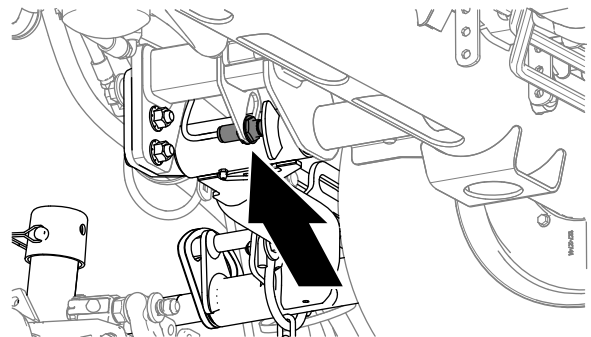

Figura 51
2. O interruptor do braço de elevação encontra-se por baixo do depósito hidráulico e interior do braço de elevação da unidade de corte n.º 5 (Figura 51).